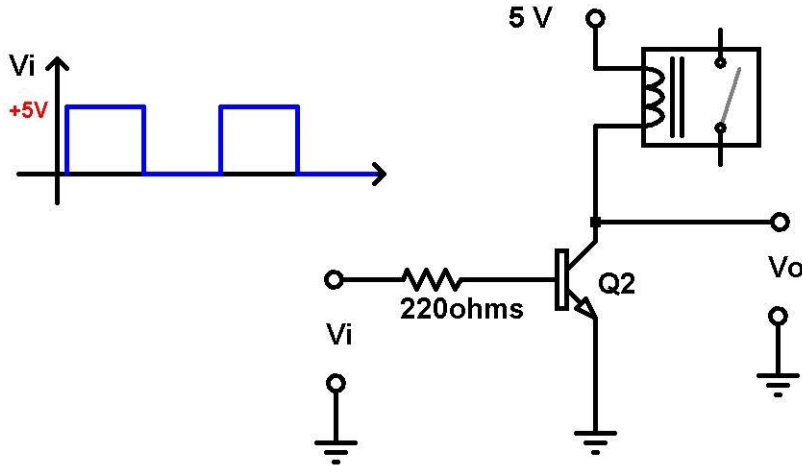

Fig. 18.- Circuito conmutador con BJT y con relevador.
7. Conectar en lugar del motor de 5V un relevador de 5V (Fig. 18).